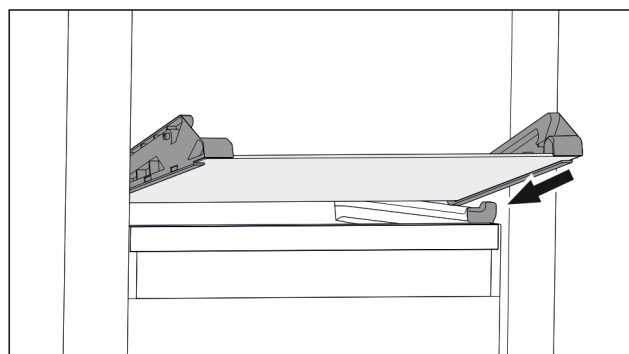

Fig. 64 Placa de sticlă a sertarului înclinabil
- ▶ Așezați placa de sticlă oblic în spatele opritoarelor. (vezi Fig. 64)